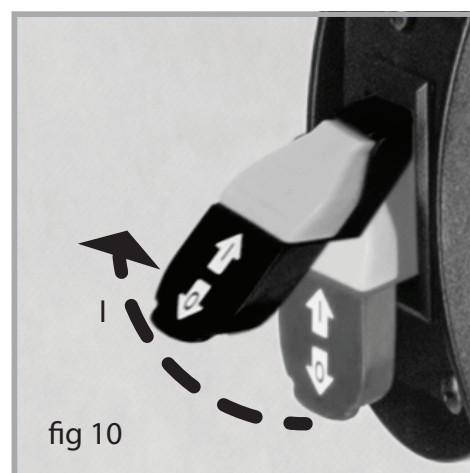

fig 10
2. Pour mettre la perceuse à colonne (ON), en marche, mettre la clé de sécurité dans l'interrupteur, soulevez le commutateur vers le haut à la position ON (I) (fig 10).
3. Pour mettre la perceuse hors tension, appuyez sur l'interrupteur vers le bas la position O, (figure 10).